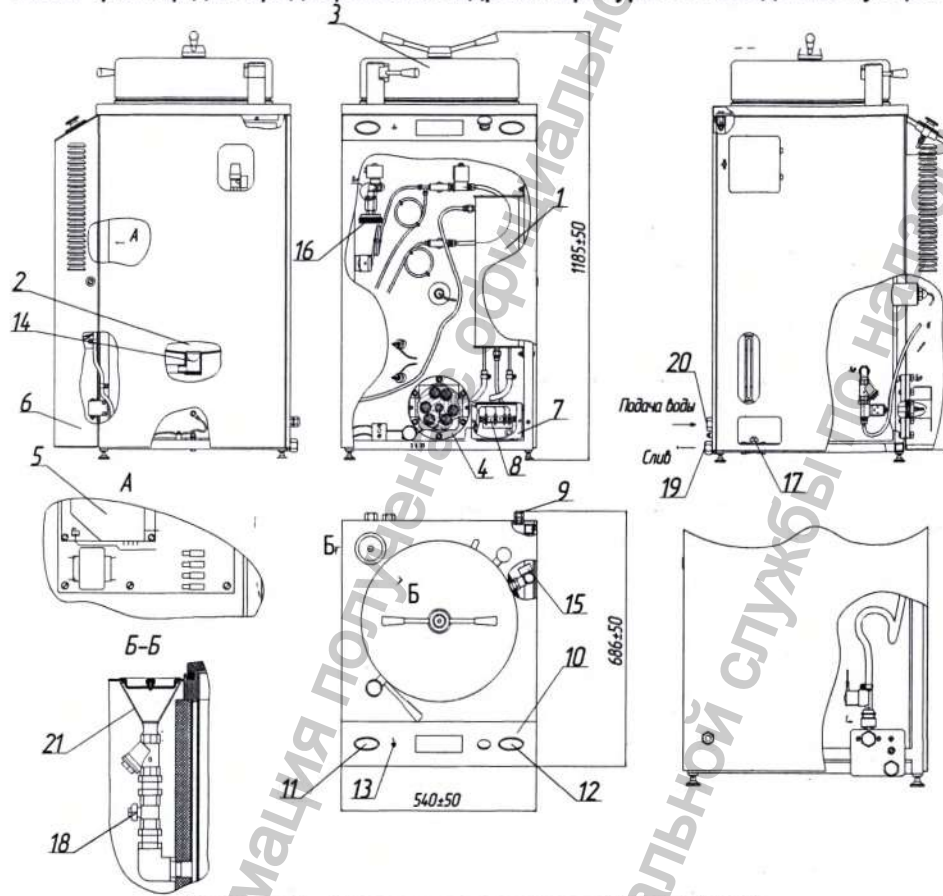

Рисунок 1 – Стерилизатор паровой ВКа-75-ПЗ:
1.4.1 Внешний вид стерилизатора приведен на рисунке 1. Основными частями стерилизатора являются: конденсатор (поз. 1, рис.1), стерилизационная камера (поз. 2, рис.1), крышка (поз. 3, рис.1), силовой блок (поз. 5, рис.1), дверца (поз. 6, рис.1), панель управления (поз. 10, рис.1),
Вода заливается в парогенератор через воронку (поз. 21, рис.1) при открытом вентиле «Вода в парогенератор» (поз. 18, рис.1) до погасания
сообщения «ДОБАВЬТЕ ВОДЫ В ПАРОГЕНЕРАТОР» на панели управления (поз. 10, рис.1). После заливки воды вентиль «Вода в парогенератор» необходимо закрыть.
ВНИМАНИЕ! ПЕРЕД ОТКРЫТИЕМ ВЕНТИЛЯ «ВОДА В ПАРОГЕНЕРАТОР» НЕОБХОДИМО УБЕДИТЬСЯ В ОТСУТСТВИИ ИЗБЫТОЧНОГО ДАВЛЕНИЯ В ПАРОГЕНЕРАТОРЕ ПО МАНОВАКУУМЕТРУ (ПОЗ.11, РИС.1). ПРИ ИЗБЫТОЧНОМ ДАВЛЕНИИ ВЕНТИЛЬ НЕ ОТКРЫВАТЬ!
Слив воды из парогенератора производится открыванием сливного вентиля «Вода из парогенератора» (поз. 17, рис.1). Сливать воду из парогенератора необходимо всегда, когда есть вероятность охлаждения стерилизатора до отрицательных температур (транспортирование, хранение и т.п.). Иначе возможен выход из строя парогенератора. Для эффективного удаления воды вентилем необходимо, чтобы парогенератор находился в разогретом состоянии, в чем можно убедиться по манометру (поз. 11, рис.1), он должен показывать избыточное давление порядка 0,05 МПа. Нагрев воды осуществляется электронагревателями, установленными в нижней части парогенератора.
1.4.7 Силовой блок (поз.5, рис.1) коммутирует электронагреватели парогенератора и электромагнитные клапаны.
1.4.9 Фильтр бактериальный (поз.16, рис. 1) предназначен для очистки воздуха, подаваемого в стерилизационную камеру после вакууммирования на этапе выравнивания давления в стерилизационной камере. Задерживающая способность фильтра по аэрозольным частицам 0,3 мкм и более при лобовой скорости 1 см/сек, составляет не менее 99,5%. Фильтр не требует замены в течение одного года или 200-250 циклов стерилизации.
2.2.5 Соединить штуцер отвода воды (поз.19, рис. 1) с канализацией посредством ниппеля и шланга сливного.
2.2.6 Присоединить штуцер подвода воды (поз. 20, рис. 1) к водопроводу посредством шланга наливного. Выход водопровода должен иметь резьбу 3/4".
2.2.8 Снять находящуюся за дверцей (поз. 6, рис.1) стерилизатора защитную крышку с коробки (поз.7, рис.1) и подключить соединительный кабель через кабельный ввод (поз. 9, рис. 1) к клеммной колодке (поз. 8, рис. 1) в соответствии с маркировкой фазных клемм: к клемме с маркировкой N подключить нейтральный провод, к клеммам с маркировкой А, В, С - фазные провода, затем установить крышку на место. Перед подключением стерилизатора к питающей сети убедиться в том, что напряжение сети соответствует указанному в п.1.2.1.
2.3.5 Во время первого проверочного цикла необходимо проконтролировать работоспособность стерилизатора, т.е. соответствие показаний дисплея и мановакуумметра (поз.12, рис.1) паспортным данным. На этапе «СУШКА» проверьте по мановакуумметру (поз.12, рис.1) уровень разрежения в стерилизационной камере, который должен быть не менее 0,2 бар (минус 0,8 бар). Если глубина разрежения не достигла указанной величины, проверьте, открыт ли кран подачи водопроводной воды. Если разрежение, развившись первоначально, постепенно уменьшается до нуля, необходимо обратиться к специалисту, т.к. вероятно в одном из соединений стерилизатора возникла разгерметизация, которая в дальнейшем будет отрицательно влиять на работоспособность стерилизатора.
стрелка мановакуумметра (поз.12, рис.1) установилась на нуле. Затем ослабьте прижим двери стерилизационной камеры, вращая его против часовой стрелки до упора.